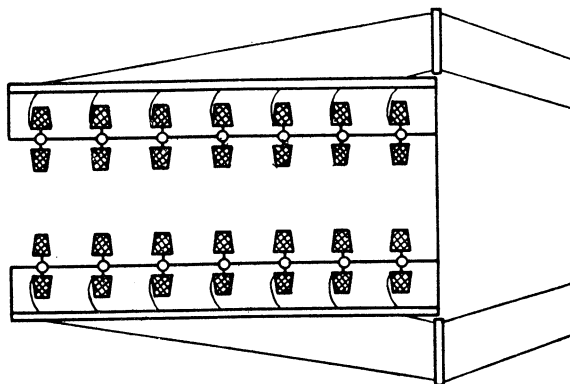

FIGURE 3 / ФИГУРА 3
25.2 **reserve package warp creel** (see figure 3): Creel having two supply packages per warp end. The tying-in of the reserve package is only possible after the warping machine has been stopped.
cantre avec bobines de réserve (voir figure 3): Cantre comportant deux bobines d'alimentation par fil à ourdir. La rattaché de la bobine de réserve n'est possible qu'après l'arrêt de la machine d'ourdissage.